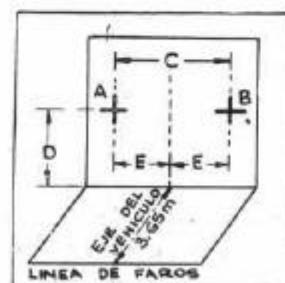

Fig. 65. Esquema de la pantalla para ajuste de los faros.
1. Sobre una pantalla o pared se trazarán las líneas indicadas en la fig. 65, y frente a ella se situará el vehículo descargado, sobre un piso nivelado y con los neumáticos inflados a la presión correcta.